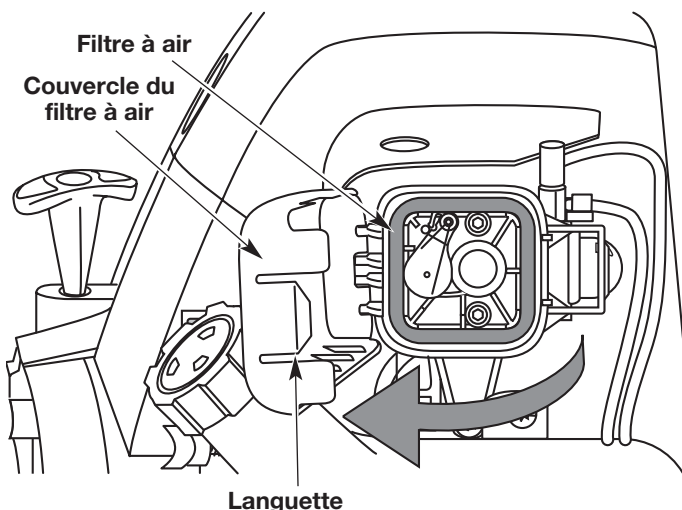

Fig. 44
1. Ouvrez le couvercle du filtre à air. Enfoncez la languette à droite du couvercle, tirez celui-ci vers vous puis vers la gauche (Fig. 44).
2. Retirez le filtre à air (Fig. 44).